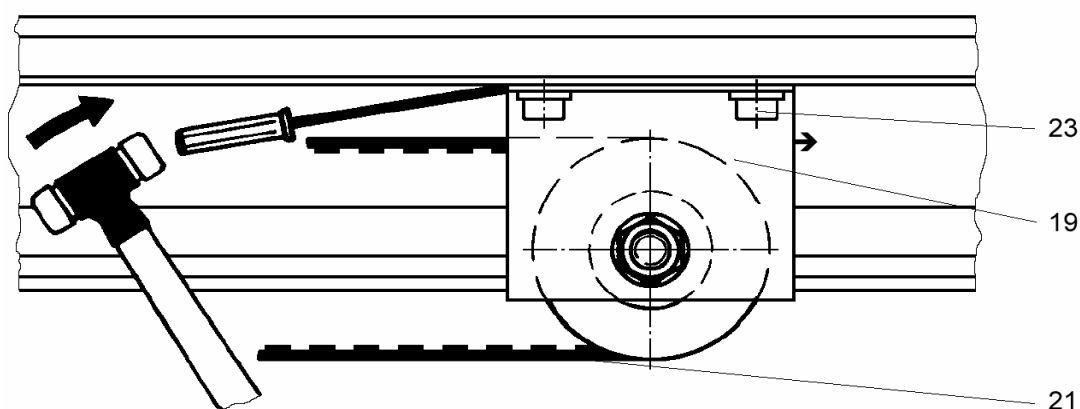
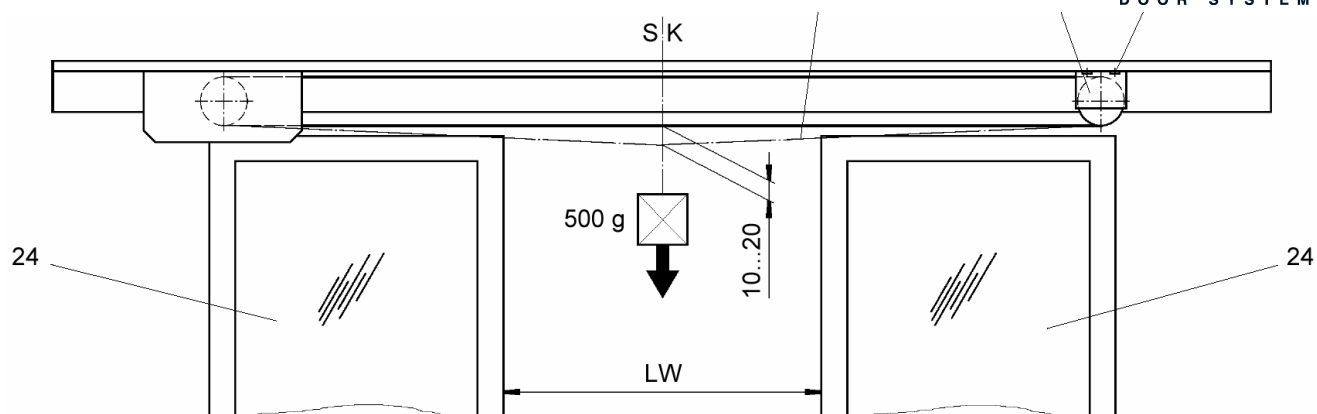

Рисунок 3.12 – Натяжение зубчатого ремня
Рисунок 3.13 – Измерение уровня натяжения зубчатого ремня
6. Концевой подшипник (19) двигать наружу, до натяжения зубчатого ремня (21). Крепежные болты (23) слегка закрутить.
7. Легким постукиванием по концевому подшипнику (19) продвигать его далее к краю оператора (см рисунок 3.12), до полного натяжения зубчатого ремня (21) (см рисунок 3.13).